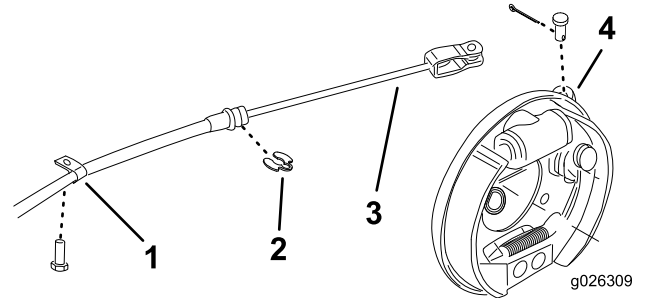

Figure 2
2. Retirez les goupilles fendues et les axes de chape qui fixent les câbles de frein de stationnement aux leviers de frein des roues arrière (Figure 2).
3. Déposez les colliers en R et les clips en C qui fixent les câbles de frein au cadre (Figure 2).